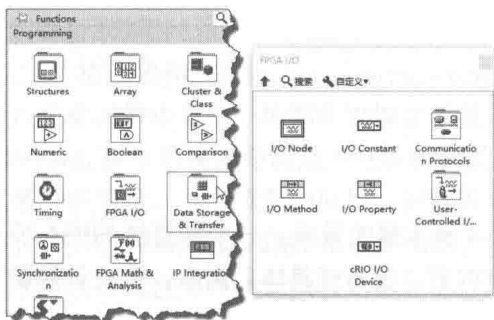

图 17-5 FPGA I/O 函数选板
step 2 如图 17-5 所示，在 FPGA I/O 函数选板中包括 4 个节点函数，分别是 I/O 节点、I/O 常量、I/O 方法节点和 I/O 属性节点。在这里，我们选择 I/O 节点。